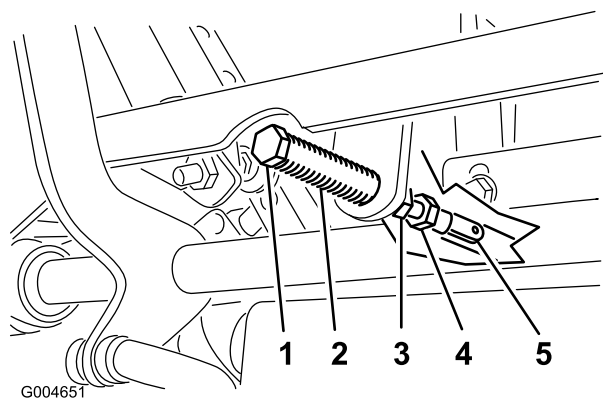

Figura 53
5. Tirate indietro la leva finché il cavallotto con testa (sul braccio sottostante l'albero di articolazione) non tocca l'estremità della scanalatura (inizia a premere sulla molla), come illustrato nella Figura 53.
7. Se occorre regolare, allentate il dado e il controdado contro la forcella (Figura 53).
8. Premendo leggermente indietro la leva di controllo del movimento, girate la testa del bullone di regolazione nella direzione opportuna finché la leva di controllo non si trova al centro, in posizione di BLOCCO IN FOLLE (Figura 53).
9. Serrate il dado e il controdado (Figura 53).
10. Serrare i controdadi dei giunti a sfera (Figura 53).